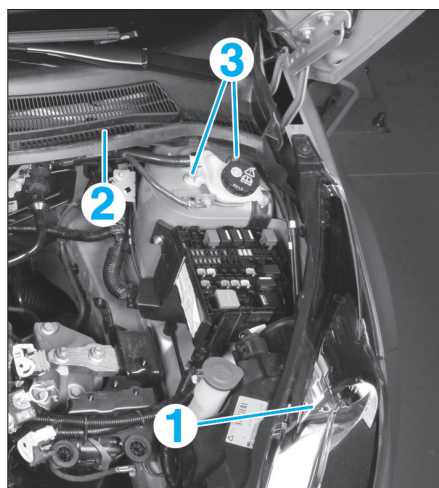

Fig. 2
- Déposer l'optique avant gauche (1) (Fig.2) (voir chapitre "Équipement électrique").
- Soulever la grille d'auvent (2) afin d'accéder aux fixations (3) du réservoir de liquide de frein/embrayage.
- Déposer les fixations (3) du réservoir de liquide de frein/embrayage.